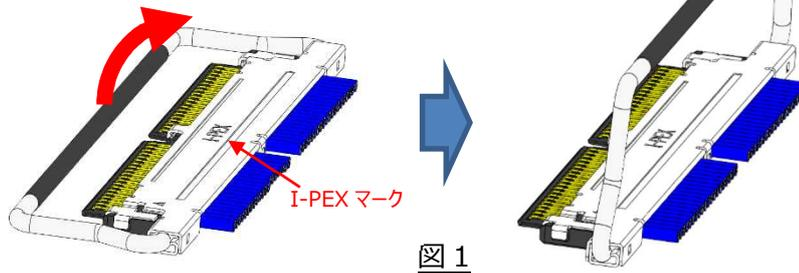

図 1
- ① 図 1 の様に、ロックバーをプラグコネクタの I-PEX マーク側に回転させる。